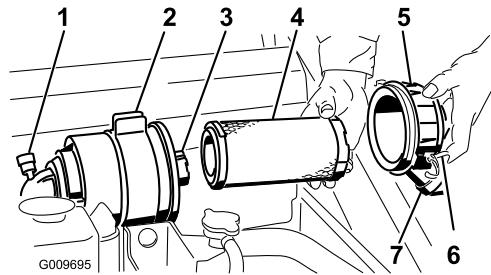

Figure 32
Important: Faites l'entretien du filtre à air uniquement quand l'indicateur de colmatage est rouge (Figure 32). Changer le filtre à air prématurément ne fait qu'accroître le risque de contamination du moteur par des impuretés quand le filtre est déposé.
4. Ouvrez les attaches du filtre à air et séparez le couvercle du corps du filtre (Figure 32).
1. Sortez l'élément principal du corps du filtre avec précaution (Figure 32). Évitez de cogner l'élément à l'intérieur du corps.
4. Si vous remplacez l'élément filtrant de sécurité, insérez-le avec précaution dans le corps du filtre (Figure 32).
5. Placez ensuite l'élément principal sur l'élément de sécurité avec le même soin (Figure 32). Assurez-vous qu'il est bien engagé en appuyant sur le rebord extérieur.
6. Reposez le couvercle du filtre à air, le côté portant l'inscription "UP" en haut, et fermez les dispositifs de verrouillage (Figure 32).